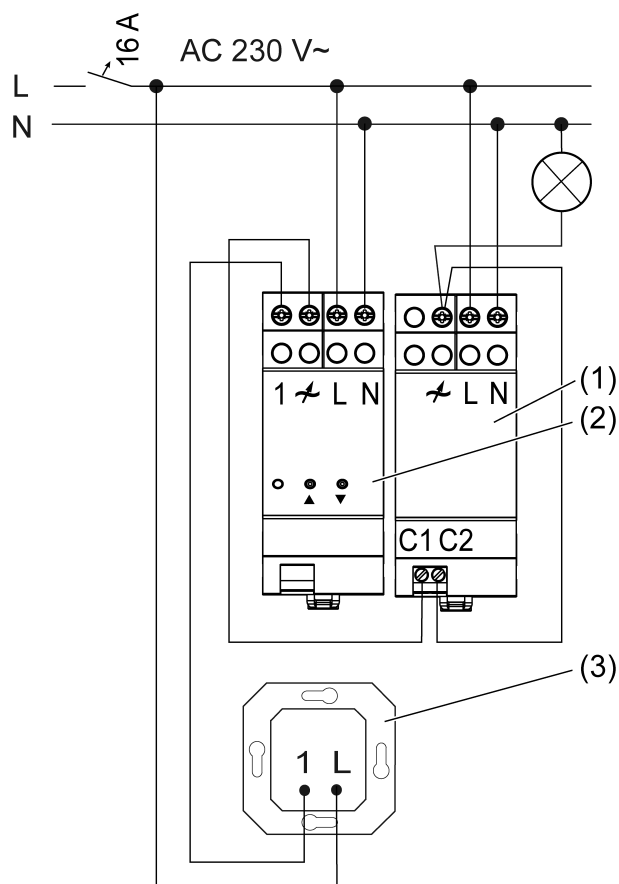
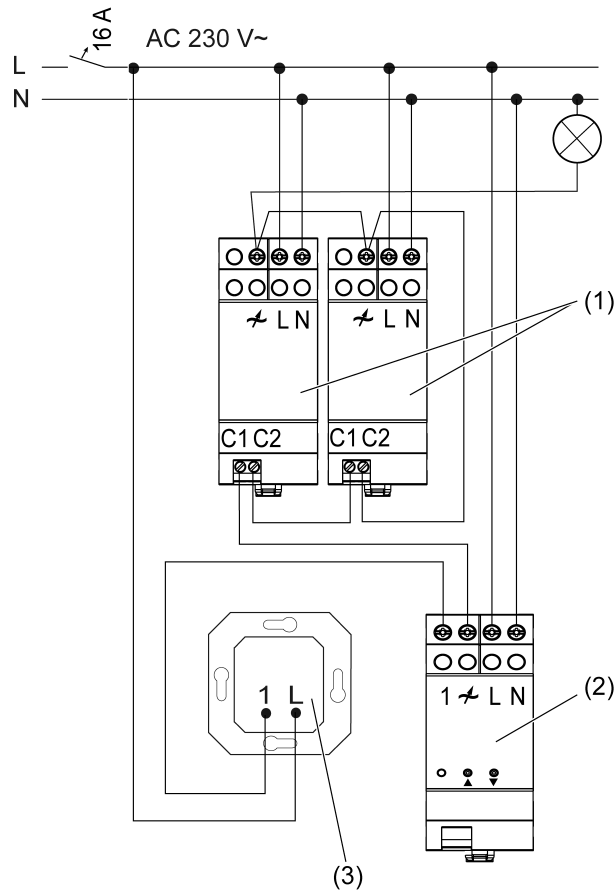

Imagen 1: Ejemplo de aplicación con ampliación de potencia
Imagen 2: Ejemplos de aplicación con dos ampliaciones de potencia
- Montar la ampliación de potencia en el carril DIN y conectar como se indica en los ejemplos de conexión, regulador de intensidad de luz con una ampliación de potencia (Imagen 1), regulador de intensidad de luz con varias ampliaciones de potencia (Imagen 2).